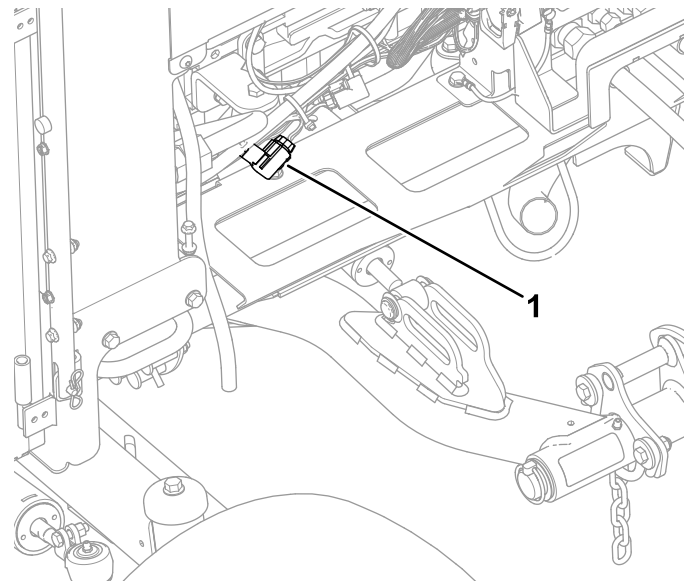

**Bild 136**
4. Schließen Sie den Sitz und das Sitzunterteil zu und verriegeln Sie das Sitzunterteil (**Bild 136**).